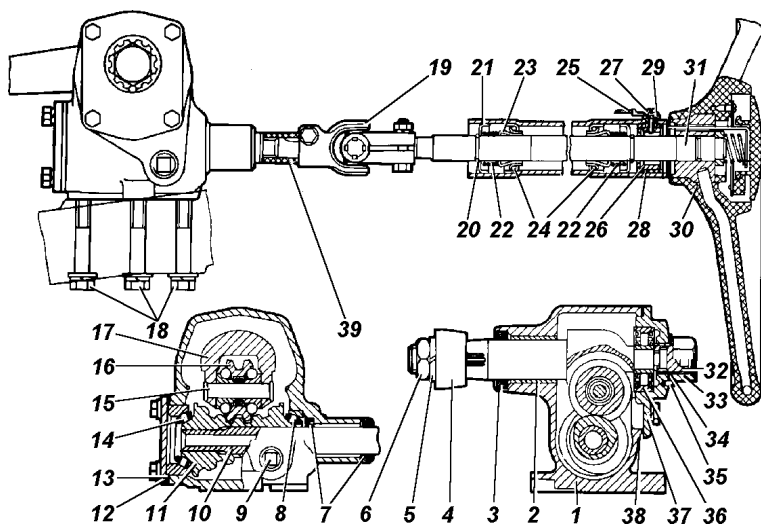

Рис. 7.2. Рулевой механизм типа глобоидальный червяк с двухребневым роликом:
При появлении стука в рулевой колонке (рис. 7.2 и 7.5а) необходимо снять рулевое колесо и проверить наличие стопорных колец разжимных втулок в канавках вала. Для рулевой колонки без противоугонного устройства (рис. 7.2) необходимо предварительно ослабить гайки кронштейна ее крепления, подтянуть колонку вверх и проверить состояние резиновой втулки. На появление стука в колонке влияет также ослабление крепления кузова к раме.
Регулировку затяжки подшипников червяка производить с помощью прокладок 13 (рис. 7.2), установленных между картером и нижней крышкой картера рулевого механизма, в следующей последовательности:
3. Отвернуть колпачковую гайку и снять стопорную шайбу 34 со штифта 35 (рис. 7.2).